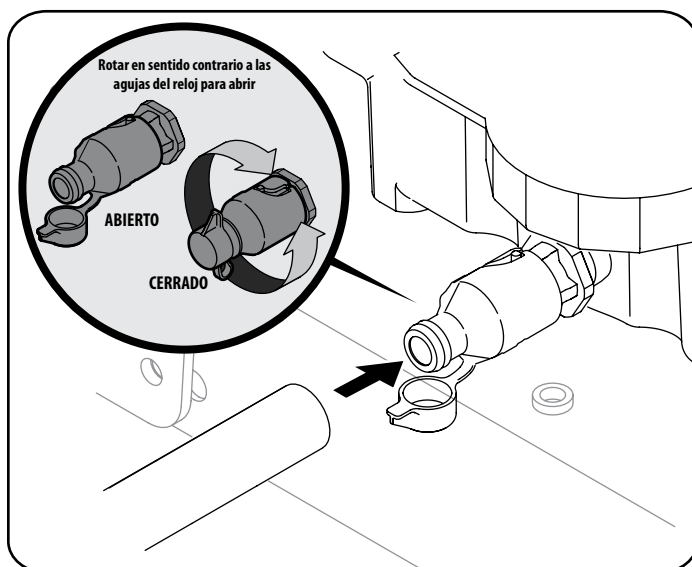

Figura 16
3. Abra la tapita protectora del extremo de la válvula de drenaje para visualizar el orificio de drenaje. Consulte el recuadro de Figura 16.
6. Empuje ligeramente la válvula de drenaje de aceite y gire hacia la izquierda para abrir y permitir el flujo de aceite. Consulte la Figura 16.